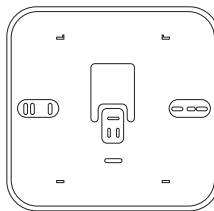

Abb. 10
- Falls notwendig die im Kit mitgelieferte Halteplatte (Abb. 10) am Schaltgehäuse montieren.